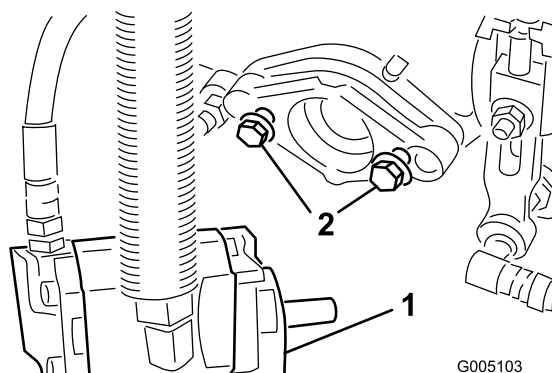

**Figura 13**
6. Alinee las rótulas de las juntas de manera que la cara abierta de la rótula esté centrada respecto a la bola del espárrago. Apriete las contratuercas para fijar la posición de las rótulas (Figura 13).